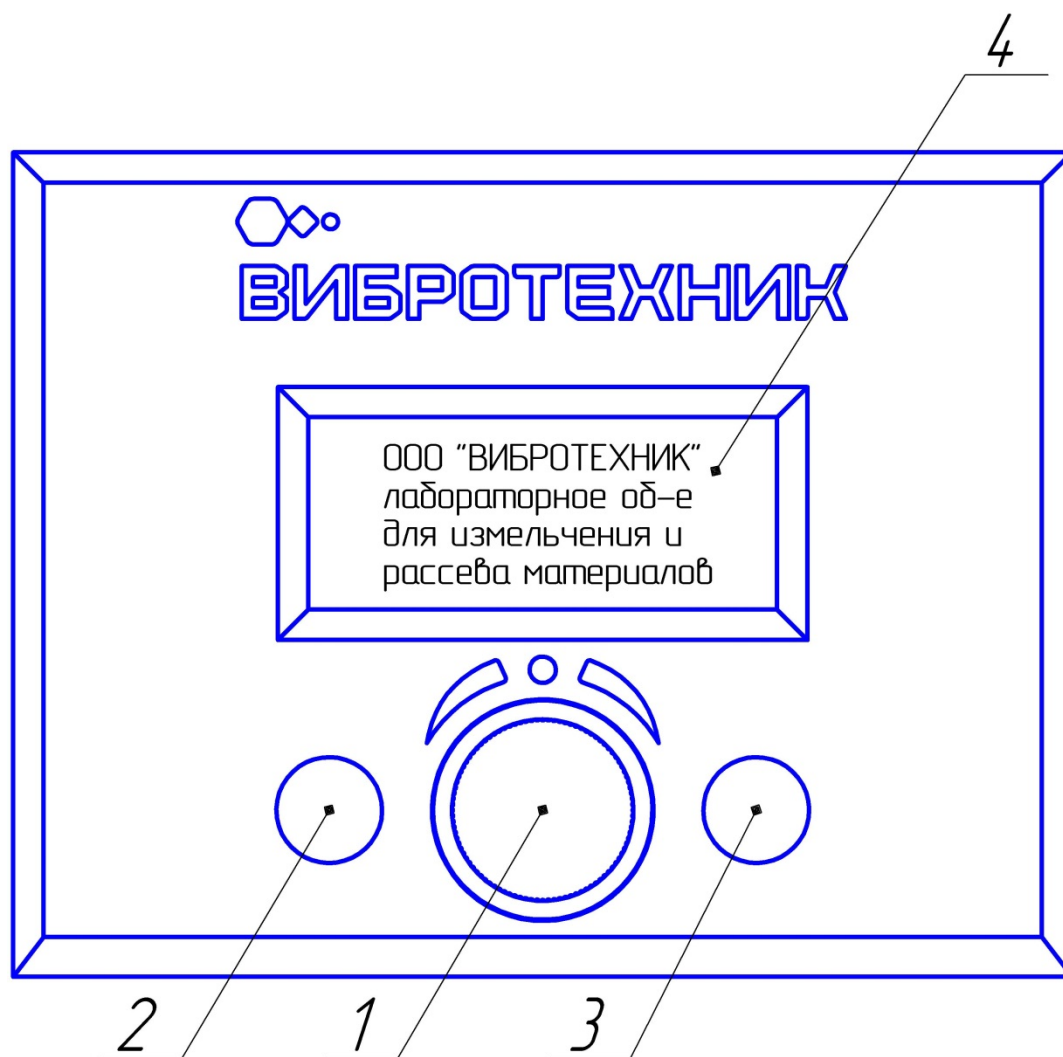

Рис. 2 Панель управления
- нажмите на регулятор 1 (Рис. 2), при этом начинает мигать значение установленной амплитуды;
- г) Установите регулятором 1 время и амплитуду колебаний, которые отобразятся на дисплее 4 (Рис. 2);